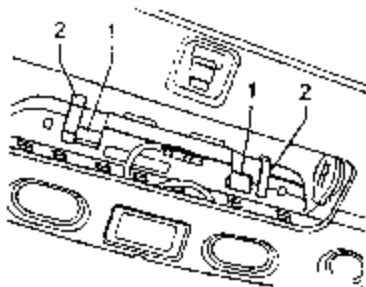

图 11-75 更换灯泡
②更换灯泡，如图 11-75 所示。灯泡 2 都是插着的，可以从灯架 1 中把它们拔出来或插进去。